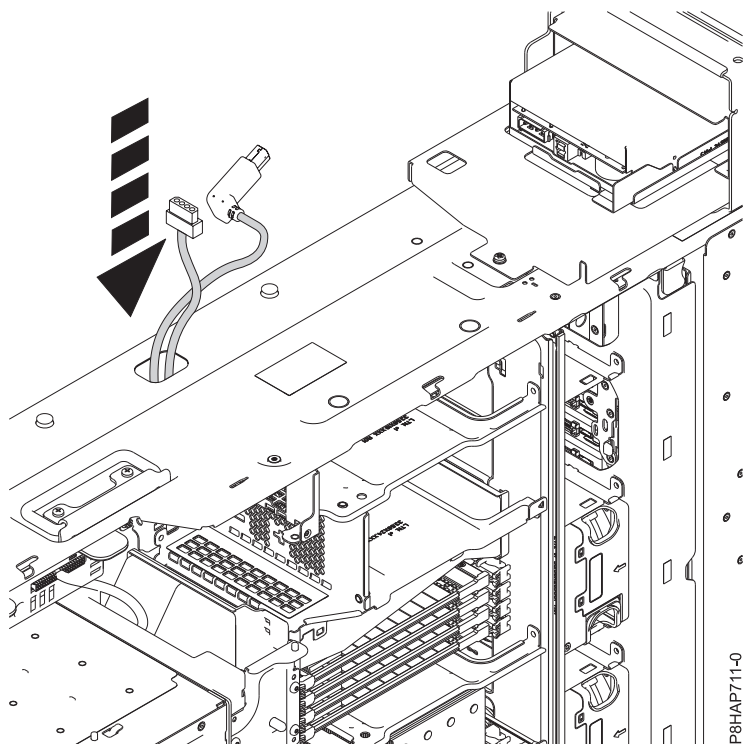

図 66. 内部 RDX ドッキング・ステーション (FC EUA3) USB ケーブルおよび電源ケーブルの配線
3. 85 ページの図 66 に示すように、内部 RDX ドッキング・ステーション (FC EUA3) USB ケーブルおよび電源ケーブルをシャーシのケーブル管理孔を通して下に誘導します。